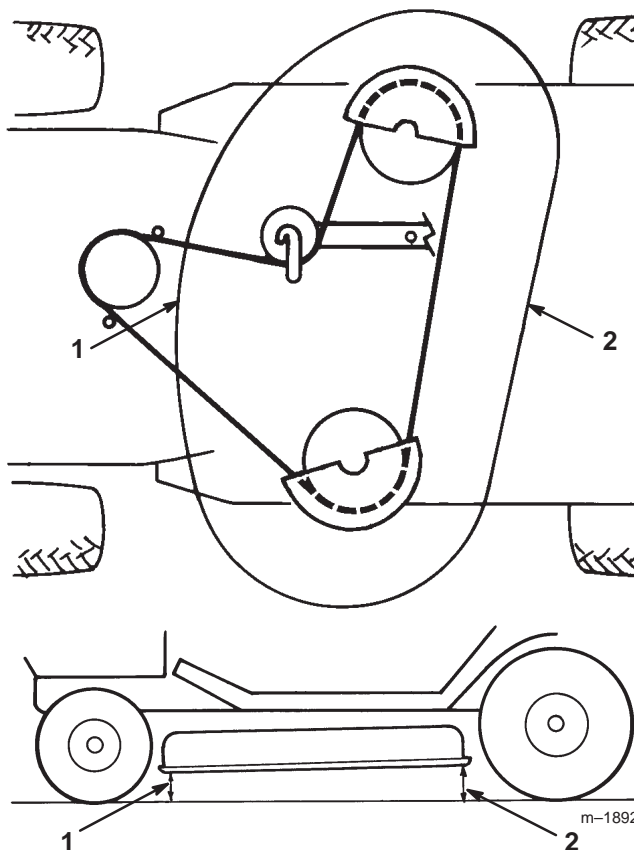

Figure 50
6. Contrôlez l'inclinaison avant/arrière en mesurant la hauteur du bas du plateau de coupe (au centre, à l'avant et à l'arrière) par rapport au sol plat (Fig. 50). Si l'avant n'est pas de 3,5 à 10,5 mm plus bas que l'arrière, un réglage est nécessaire.
9. Après avoir réglé uniformément les contre-écrous des deux boulons à œil, contrôlez de nouveau l'inclinaison avant/arrière. Poursuivez le réglage des boulons à œil jusqu'à ce que la pointe avant de la lame soit de 0 à 9,2 mm plus bas que la pointe arrière (Fig. 50).